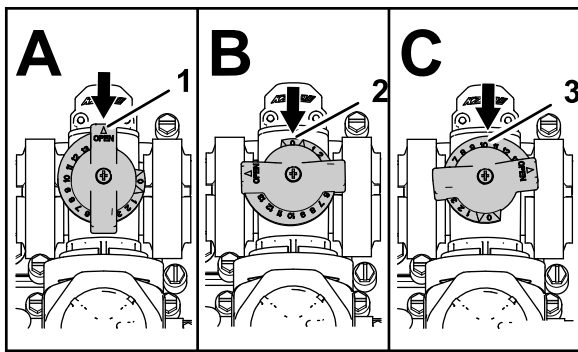

Figura 87
- A válvula de derivação da agitação está na posição totalmente Aberta, como se mostra na **Figura 87 A**.